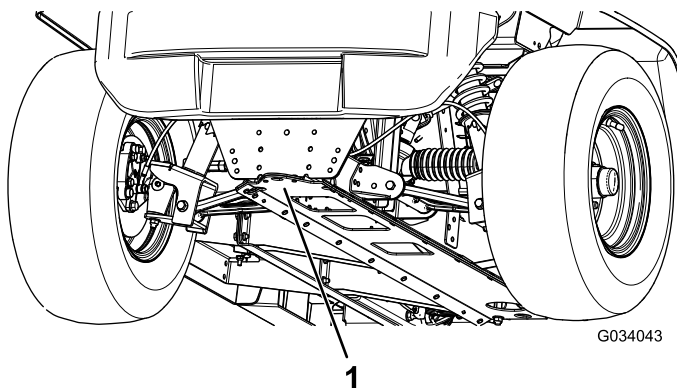

Figura 24
- El punto de elevación de la parte delantera de la máquina se encuentra en la parte delantera del bastidor, detrás del punto de remolque (Figura 24).